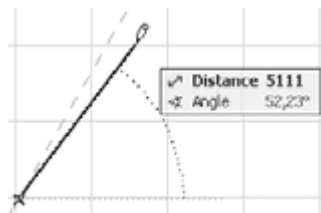

Рис. 3.8. Построение линии по двум точкам
- Переместите указатель мыши до места, где должен находиться конец линии. В процессе перемещения от маркера начала линии до указателя мыши тянется так называемая «резиновая нить», отображающая текущее положение линии. Синхронно с указателем мыши перемещается полупрозрачное табло, на котором отображаются текущая длина отрезка и угол его наклона относительно горизонтальной оси (рис. 3.8).